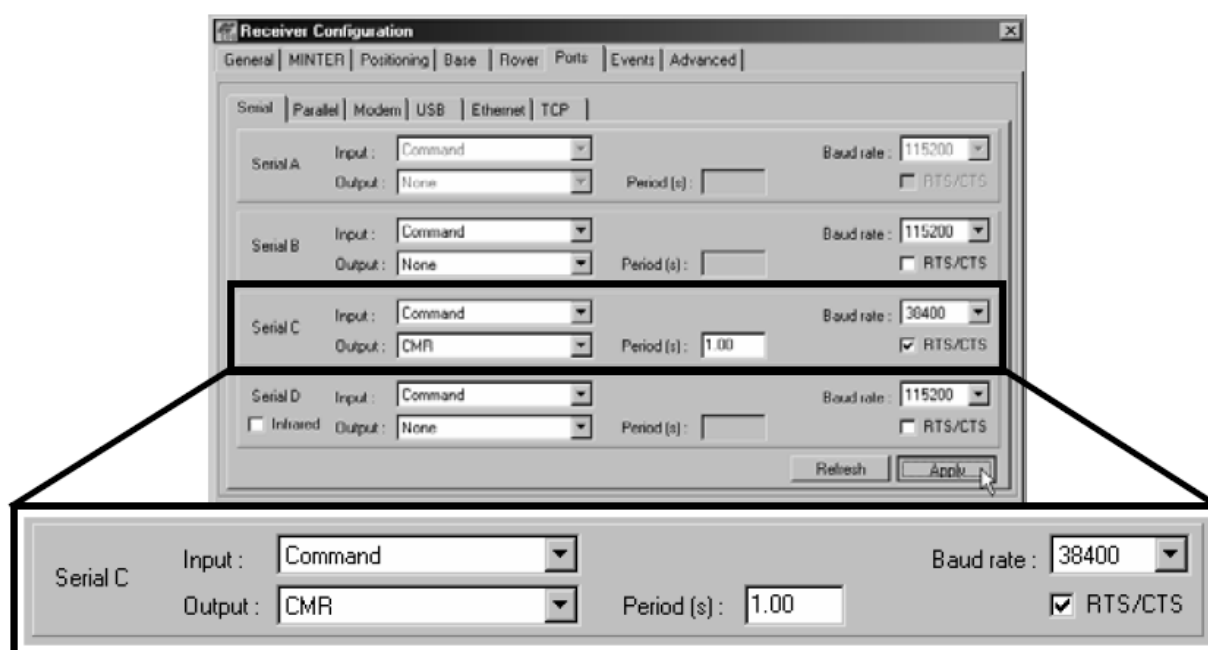

Рисунок 3-9. Настройка базовой станции – порты
10. Выберите вкладку *Ports (Порты)* и установите перечисленные ниже параметры последовательного порта (см. рис. 3-9):